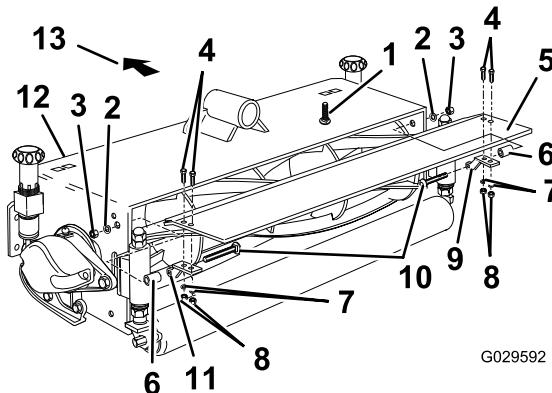

Bild 13
13. Montieren Sie die Ablenkbleche mit den Ablenkblechhalterungen und Distanzstücken an den Schneideeinheiten 1, 3, 5 und 7 und befestigen sie mit den Befestigungen, wie in **Bild 13** abgebildet.